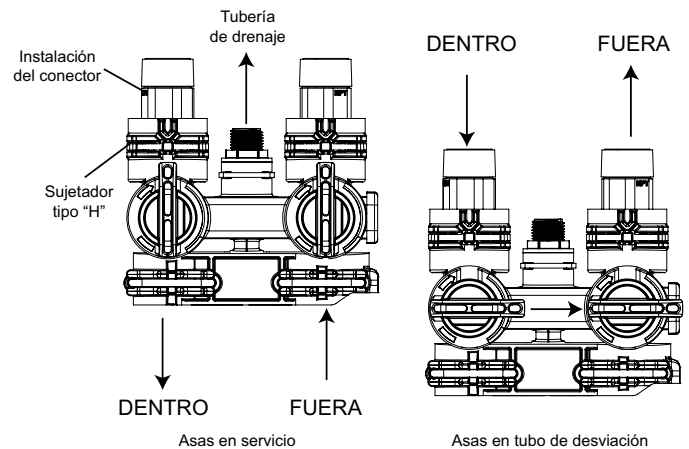

Figura 23 Operación de desviación
**IMPORTANTE:** La válvula de desviación se entrega en posición de desviación (Figura 23 Operación de desviación). Cuando la válvula se encuentra en posición de desviación, el agua no ingresará al tanque ablandador. No se tratará el agua del edificio. La Figura 23 (Operación de desviación) muestra las asas en posición de servicio.
Una vez que haya seleccionado la ubicación, verifique la dirección del flujo de agua de la tubería principal. La figura 23, Operación de desviación, puede utilizarse para planificar la instalación de la nueva cañería.